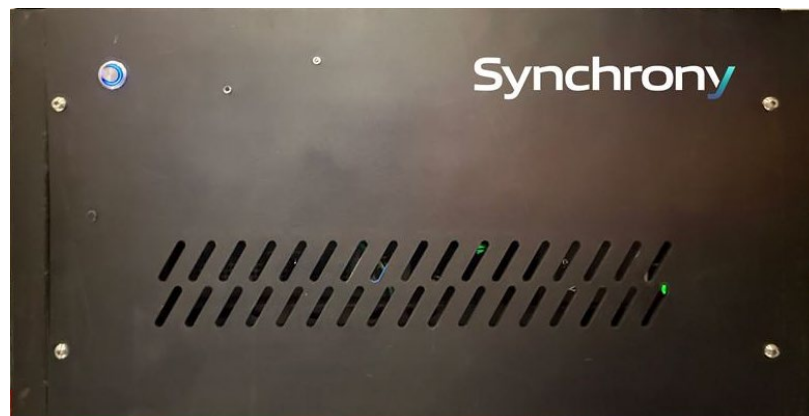

Figura 16. Cover frontale di *Synchrony* con pulsante di accensione
- Accendere il sistema *Synchrony* premendo il pulsante di accensione (**Figura 16**) sulla cover anteriore. La spia blu sulla cover si accende, quindi *Synchrony* si accende.
Accendere il sistema *Synchrony* premendo il pulsante di accensione nella parte frontale dell'armadio elettrico di *Synchrony* (**Figura 16**).
Legenda della Figura 16